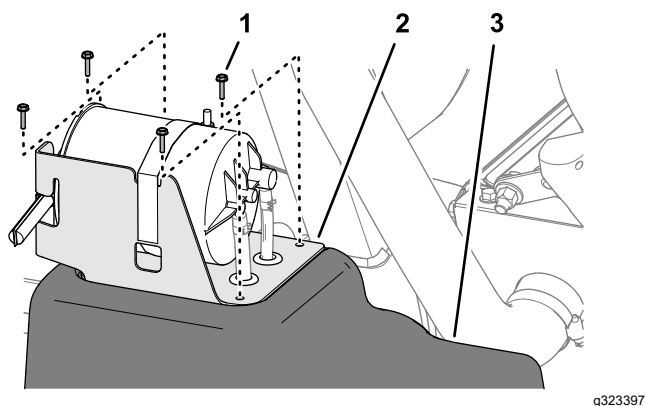

Figura 92
5. Alinhe os buracos do suporte do recipiente de carbono com os buracos do depósito de combustível (Figura 92).
6. Monte o suporte no depósito (Figura 92) com os 4 parafusos (n. 10 x 3/4 pol. ).